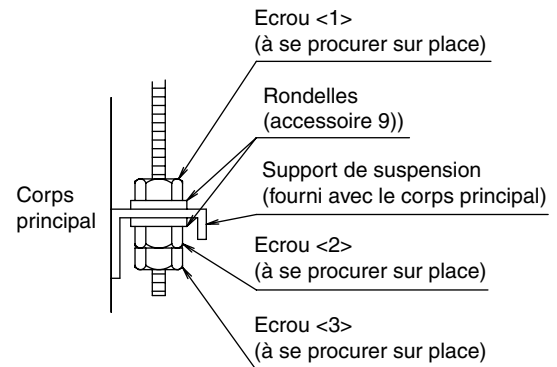

Fig. 4
- (2) Réglez la hauteur de l'unité avec l'écrou <2>. **(Reportez-vous à la Fig. 4)**
(3) Veiller à ce que l'unité soit à niveau.
(Reportez-vous à la Fig. 4)